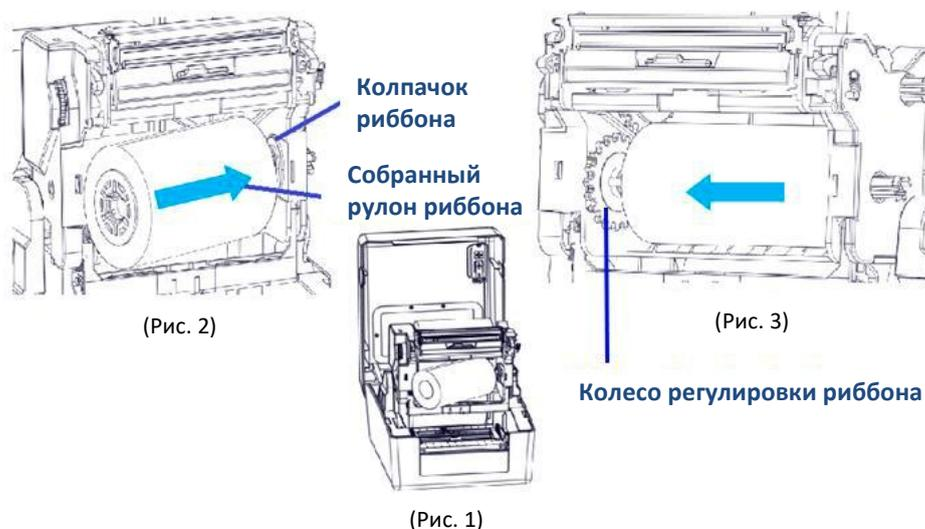

Рис. 2.3.3
риббон наружу. Когда оператор ощутит упругую отдачу риббона, можно считать, что установка риббона завершена (см. рис. 2.3.3).
- 3) Установите вал намотки риббона на держатель риббона, как показано на рис. 2.3.3.